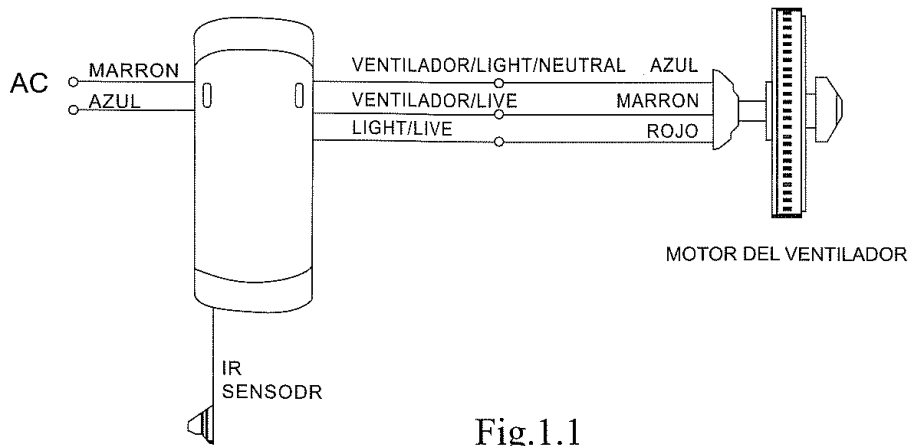
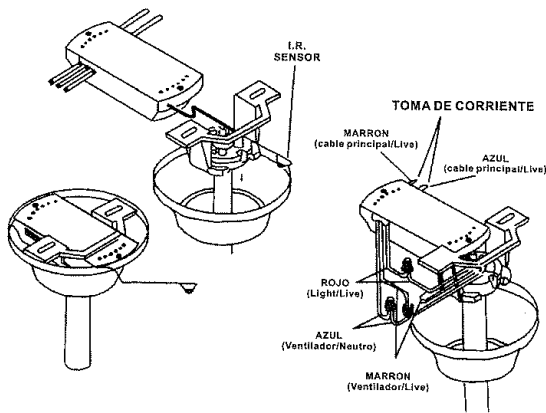
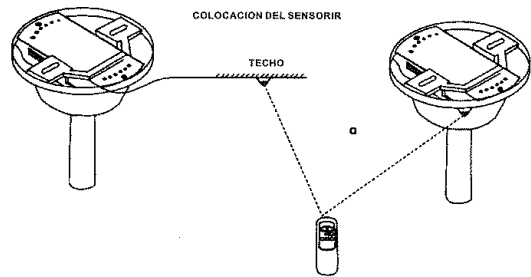

Fig.1.1
Fig.1.2
Fig. 2
1. Conectar os fios, como mostrado nas ilustrações (Fig. 1.1 e Fig. 1.2.) Coloque o sensor infravermelho sempre para fora do aro. A sua localização vai depender das condições de recepção. (Fig. 2)
2. Depois de conectar os cabos de inserir o receptor no suporte do ventilador, como mostrado na ilustração (Fig. 1.2) e cubra com a guarnição.